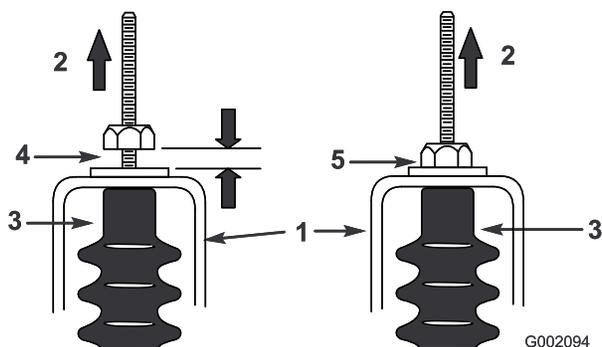

Figure 29
5. Tirez sur chaque câble de sélection et vérifiez qu'un espace de 0,76 à 1,52 mm existe entre l'écrou/la rondelle et la patte de réglage du point mort (Figure 29).